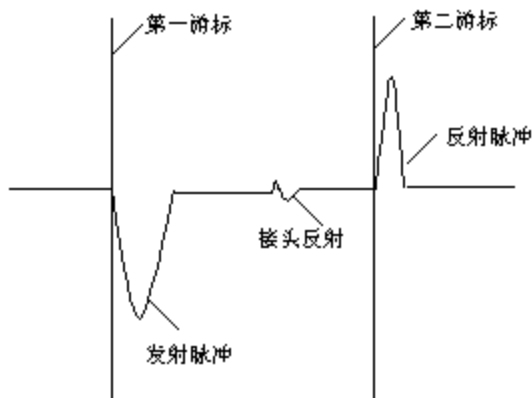

图 6.3-2 短路故障波形
- (3) 波形采集与分析：进入测试界面后可以调处帮助菜单，对所测电缆进行选择，选择不同电缆屏幕上方会有不同显示。电缆类型确定后按“采样”键，屏幕会出现如图 6.3-1 所示波形。如果所采集波形如图 6.3-2 所示，电缆故障点为短路故障。